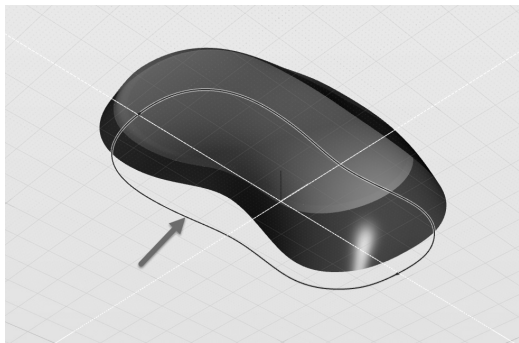

图 5-195 绘制对称曲线并合并
1) 将隐藏的“曲线 04”显示出来, 并基于 X 轴绘制对称。使用“合并”工具将两条曲线合并, 如图 5-195 所示。